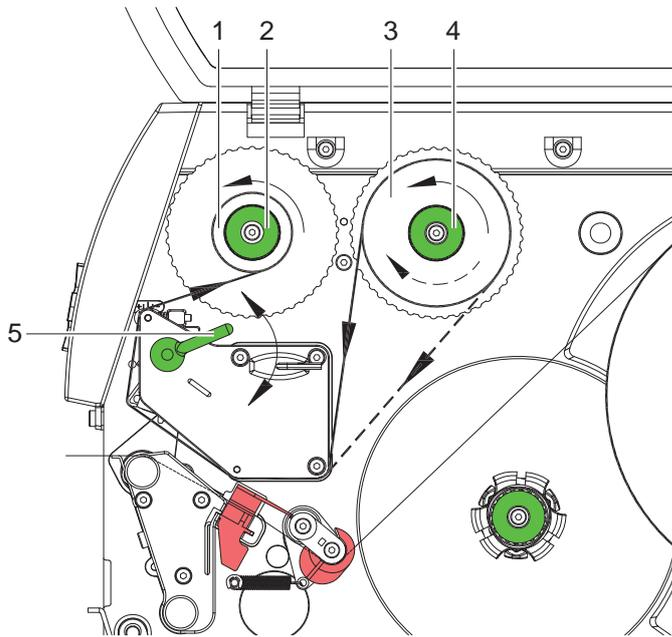

Figure 14 Défilement du ruban transfert
2. Tourner le levier (5) dans le sens contraire des aiguilles d'une montre pour soulever la tête d'impression.
3. Pousser le rouleau de ruban transfert (3) jusqu'à la butée sur le dérouleur (4) de manière à ce que la partie encrée du ruban pointe vers le bas lors du déroulement. Aucun sens de rotation n'est prescrit à l'avance sur le dérouleur (4).
4. Immobiliser le rouleau de ruban transfert (3) et tourner le bouton de réglage sur le dérouleur (4) dans le sens inverse des aiguilles d'une montre jusqu'à ce que le rouleau soit fixé.
5. Pousser un mandrin approprié sur l'enrouleur de ruban transfert (1) et le fixer de la même manière.
6. Guider le ruban transfert à travers le mécanisme d'impression comme décrit dans la Figure 14.
7. Fixer le début de ruban transfert avec une bande collante sur le mandrin (1). Respecter le sens de rotation (à l'inverse des aiguilles d'une montre) de l'enrouleur de ruban transfert.
8. Tourner l'enrouleur (2) dans le sens inverse des aiguilles d'une montre pour lisser le ruban transfert.
9. Tourner le levier (5) dans le sens des aiguilles d'une montre pour bloquer la tête d'impression.